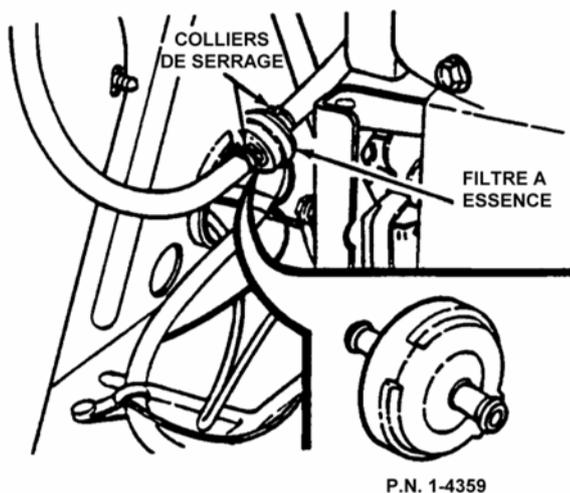

FIGURE 3.11
3. Installez un nouveau filtre. Voir la figure 3.11.
Avant de déposer le réservoir, amenez la tondeuse à l'extérieur, là où les vapeurs d'essence pourront se dissiper facilement. La dépose du réservoir de carburant se fait depuis le côté gauche de la machine, en sortant vers le haut le réservoir de son support. Voir la figure 3.11. En tenant le réservoir, retirez le bouchon puis versez le reste du carburant dans un récipient adapté.
Les réglages et les réparations qui suivent, concernant le plateau de coupe et ses composants, peuvent être faits par le propriétaire de la tondeuse. Toutefois, si vous rencontrez des difficultés en procédant à ces réglages ou réparations, nous vous recommandons de les faire faire par un revendeur agréé SNAPPER. **FIGURE 3.11**